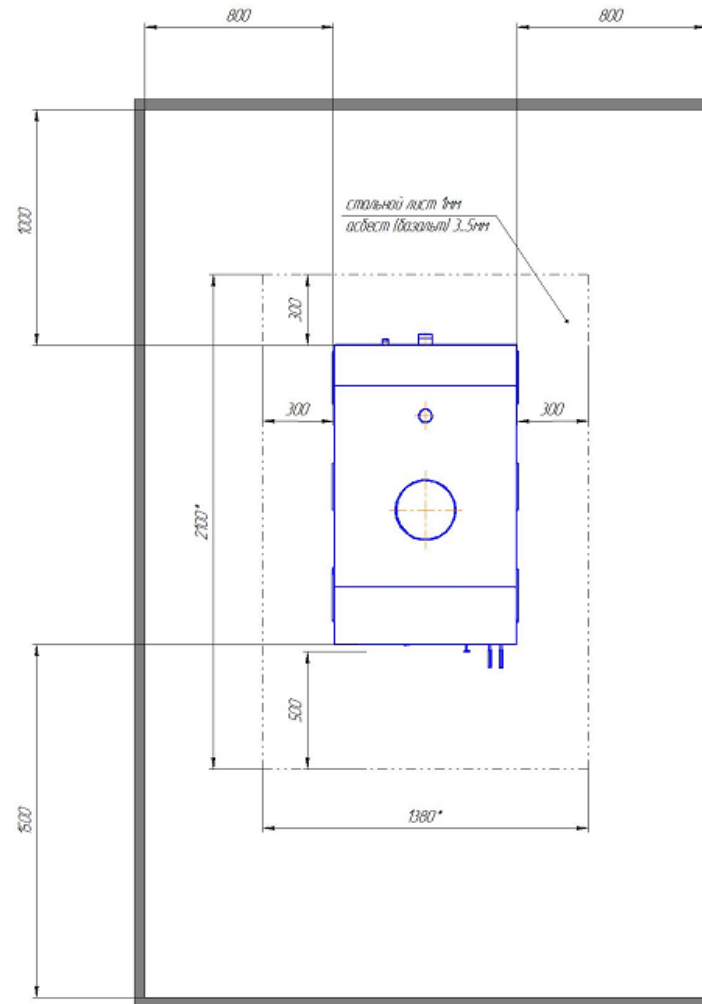

Рисунок 2 - Схема расположения котла
Котёл устанавливается на огнеупорную основу на возвышении примерно в 10-15см, в вертикальном положении, у несгораемых стен и элементов конструкций здания. Схема расположения указана на рис.2
- - через пять – семь минут после розжига дверцу регулировки подачи воздуха необходимо прикрыть на половину (рис. 2), так чтобы через воздушный зазор не выхлопывался дым, если дым будет выхлопываться, то прикройте дверцу регулировки подачи воздуха еще, но не полностью.